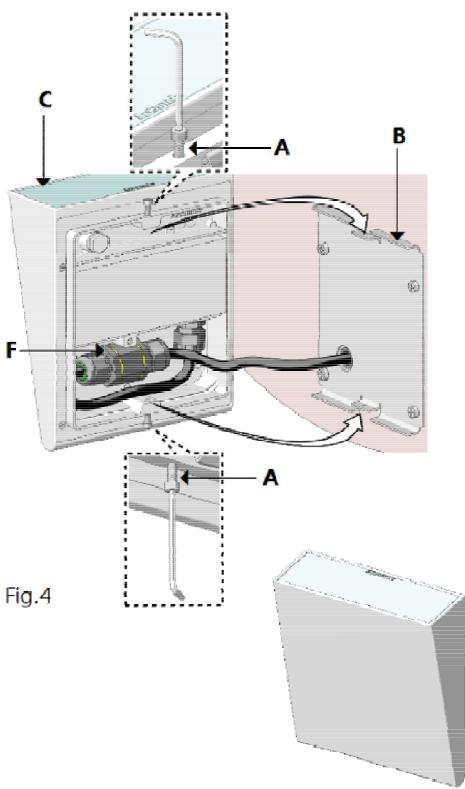

Fig.4
**I** Una volta completato il cablaggio elettrico, riposizionare il dispositivo di connessione F nell'apposita sede all'interno del corpo lampada C, dove occorre stivare anche il cavo in eccesso. Portare il corpo lampada C alla parete e fissarlo alla piastra B tramite le due viti A (fig.4). L'apparecchio può essere installato a parete e a terra, previa creazione di una base in calcestruzzo per garantire un ancoraggio sicuro.
**F** Une fois le câblage électrique complété, repositionner le dispositif de connexion F dans le logement adéquat à l'intérieur du corps de la lampe C, où il faut placer aussi la partie excédentaire du câble. Porter le corps de la lampe C à la paroi et le fixer à la plaque B à l'aide des deux vis A (fig.4). L'appareil peut être installé à la paroi et à la terre, après avoir créer une base en béton pour assurer un ancrage sûr.
**EN** Once the electrical connections have been completed, put the connection device F again into its seat inside the lamp body C, together with the exceeding part of the cable. Bring the lamp body C to the wall and fix it to plate B by means of the two screws A (fig.4). The fixture can be installed to the wall or to the ground, subject to the creation of a concrete base in order to anchor it safely.
**D** Nachdem die elektrische Beschaltung ausgeführt worden ist, die Anschlussvorrichtung F in den geeigneten Sitz innerhalb des Lampengehäuses C positionieren. Auch das übermäßige Kabel in das Lampengehäuse legen. Das Lampengehäuse C neben der Wand stellen und es an der Platte B mittels der zwei Schrauben A befestigen (Abb.4). Das Gerät kann auf die Wand oder am Boden nach der Ausführung einer Basis aus Beton für eine sichere Verankerung installiert werden.
**E** Una vez completado el cableado eléctrico, poner nuevamente el dispositivo de conexión F en su espacio en el cuerpo lámpara C, junto con la parte excedente de cable. Llevar el cuerpo lámpara C contra la pared y fijarlo a la placa B mediante los dos tornillos A (fig.4). El aparato se puede instalar contra la pared y en el suelo, después de crear una base de hormigón para su anclaje.